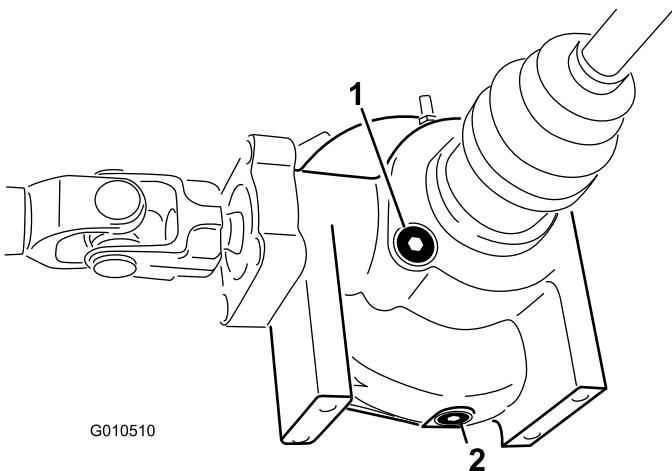

Рисунок 22
- Очистите область вокруг заливной/контрольной пробки на боковой стороне дифференциала (Рисунок 22).